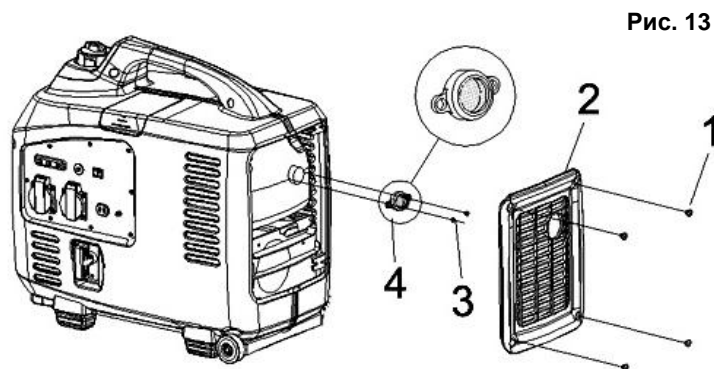

Рис. 13
- Выкрутите винты крепления (1) защитной решетки глушителя (2) и винты крепления (3) искрогасителя (4) (См. Рис.13).
- Снимите искрогаситель (4) (См. Рис.13).